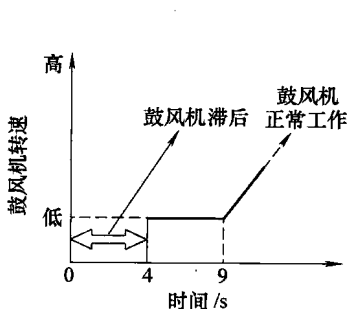
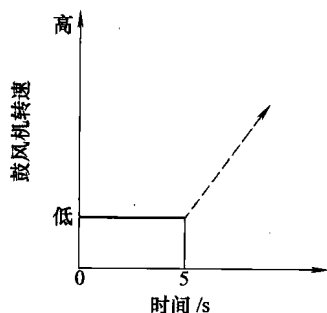

图 1-3 时滞气流控制(蒸发器温度低于 30℃ 时)
图 1-4 时滞气流控制(蒸发器温度高于 30℃ 时)
(4) 时滞控制。夏天, 车辆长时间停在炎热太阳下, 若马上打开鼓风机, 此时吹出是热风而不是想要的冷风, 因此鼓风机不能马上工作, 而是滞后一段时间工作, 滞后时间大约为 4s 或 5s, 故这段时间称为时滞控制如图 1-3、图 1-4 所示。